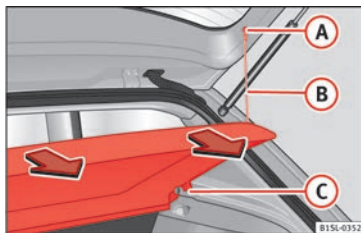

Fig. 137 Dans le coffre à bagages : Dépose et repose de la plage arrière.
- Décrochez les tirants » fig. 137 **(A)** de leurs logements **(A)**.